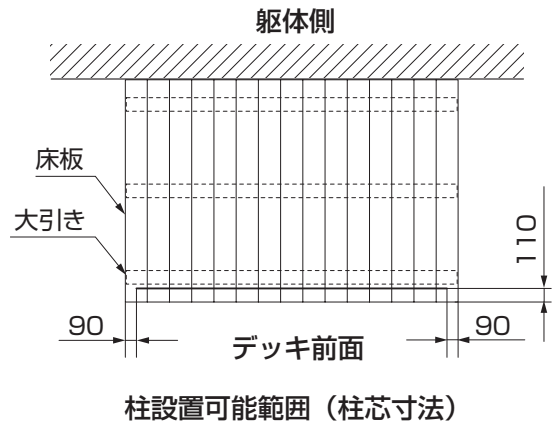
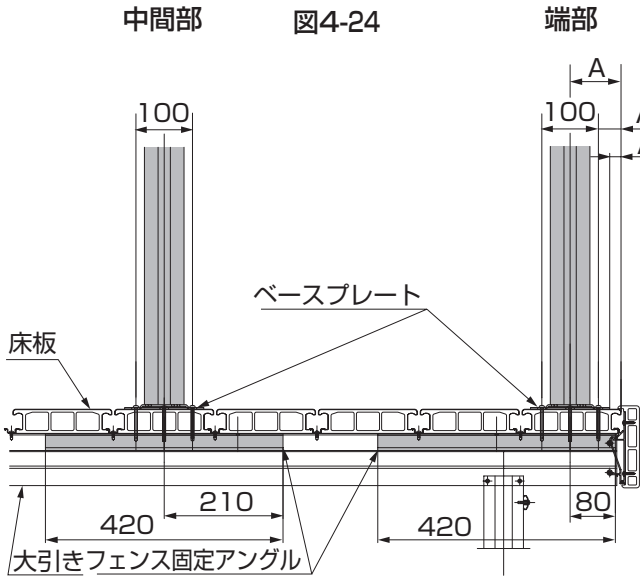
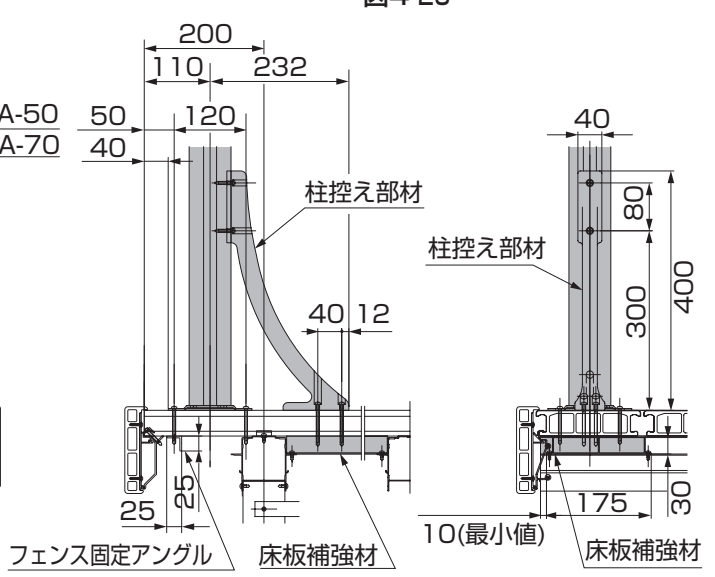

図4-25
図4-26
図4-27
- デッキの中間部に立てる場合、端部に立てる場合には図4-24、図4-25、図4-26、図4-27を参照して取付けてください。
- 図4-26のA寸法値の最小値は90mmです。
- 図4-26のA寸法値の最大値は、フェンス固定アングルに手が届く約400mmの範囲内で自由に設定することができます。
- ②柱と柱控え部材を取付けるネジ位置をマーキングしてください。
- ③マーキングした床板にφ5.5の下孔をあけてください。(※1)
- ④ベースプレートを【4-2】で、床板の下の大引きまで3ヶ所取付けてください。
- ⑤デッキ前面の中心の下孔とフェンス固定アングルの孔を合わせて、ベースプレートを【4-3】で取付けてください。(※2)
- ⑥【4-2】で、床板の下にフェンス固定アングルをあてて2ヶ所取付けてください。
- ⑦柱控え部材を【5-2】で、床板の下の床板補強材に固定してください。
- ⑧柱に柱控え部材を【5-1】で、固定してください。